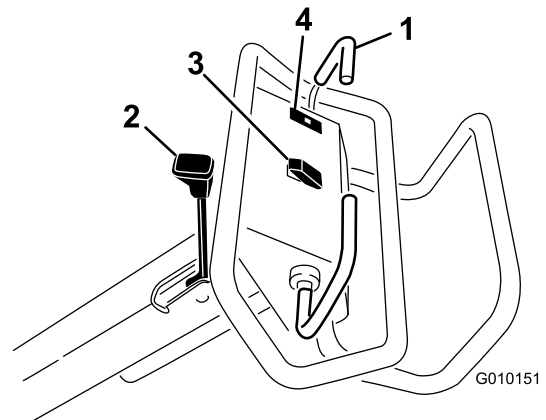

Figura 11
Para avançar, empurre a pega de tração para a frente. Para andar para trás, empurre a pega de tração para trás (Figura 11).
- Para engatar o travão de mão, desloque a alavanca do travão no sentido da pega do operador (Figura 11).
A luz de aviso da pressão do óleo (Figura 11) acende-se quando a pressão do óleo está abaixo de um nível seguro. Se esta situação se verificar, desligue o motor e descubra qual a causa do sucedido. Efetue as reparações necessárias antes de ligar novamente o motor.
**Subida** – pressione a parte superior do interruptor (Figura 11) para fazer subir a cabeça de perfuração e desengatar a cabeça de perfuração. O motor deve estar a funcionar para gerar pressão de elevação. Se a cabeça de perfuração estiver abaixo da altura de transporte, consulte Reposição do circuito de controlo do sistema (página 25).
**Descida/ativação** – pressione a parte inferior do interruptor (Figura 11) para fazer descer e ativar a cabeça de perfuração. A pega de tração deve estar na posição mais para a frente para ativar o interruptor.